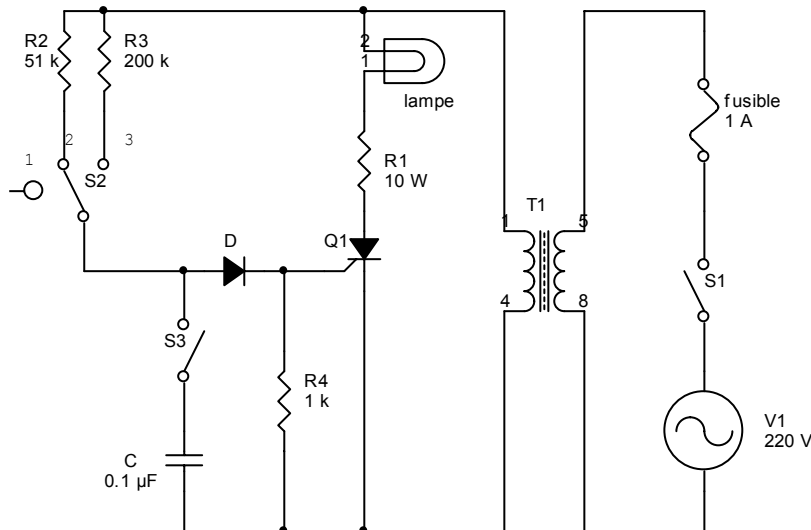

Figure 2-1 : Circuit à base d'un SCR en régime alternatif.
2. montez le circuit qui apparaît à la figure 2-1.